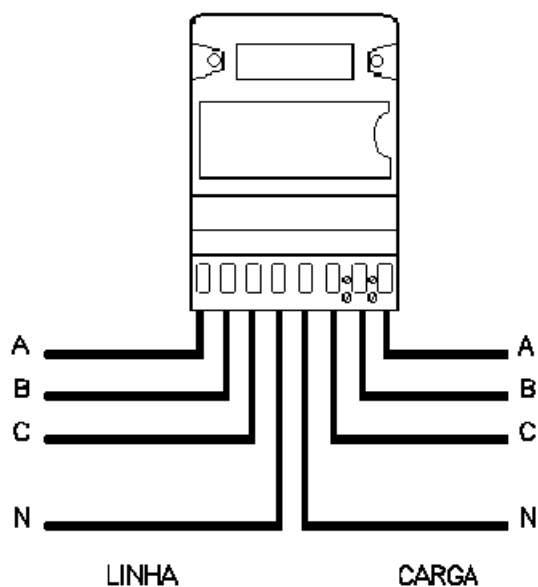

Figura 6.3 - Ligação Medição Direta a 3 elementos
- Figura 6.3 - Ligação Medição Direta a 3 elementos